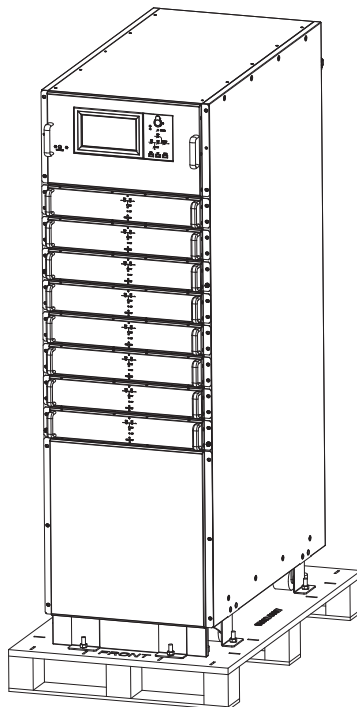

Рис. 3-3: Снимите элементы защитной упаковки
3. Гвоздодером и плоскогубцами снимите верхнюю панель деревянного ящика со стальными кромками, а затем снимите боковые панели (см. рисунок 3-3).